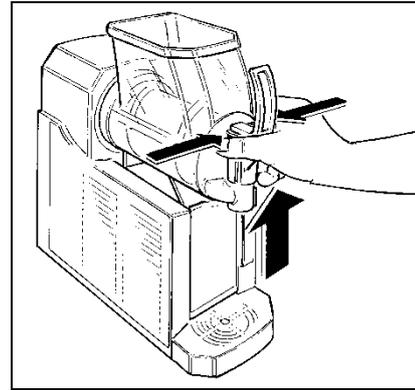

Fig. 4
- **D**esmonte el grifo de la cubeta presionando al mismo tiempo en las dos aletas de bloqueo y lo levante de forma que se extraiga de su asiento (fig.4).